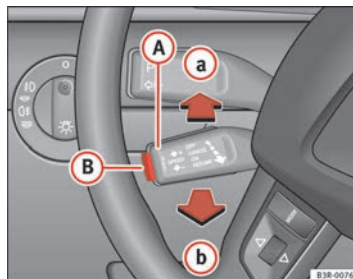

Abb. 143 Bedienelemente der Geschwindigkeitsregelanlage
- drücken Sie den Hebel **(A)** \Rightarrow Abb. 143 bis auf die Position **(a)** (nicht gearstet).